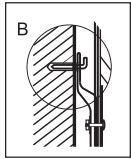

Рис. 6 (вид сбоку)
1. Определите точки для отверстий под распорные болты с крюками (определяются в соответствии со спецификацией прибора, который вы выбрали). Просверлите в стене два отверстия соответствующей глубины с использованием сверла, подходящего по размеру под распорные болты, прилагаемые к водонагревателю, вставьте винты, поверните крюк вверх, плотно затяните гайки и затем повесьте электрический водонагреватель на эти крюки (см. Рис. 6).